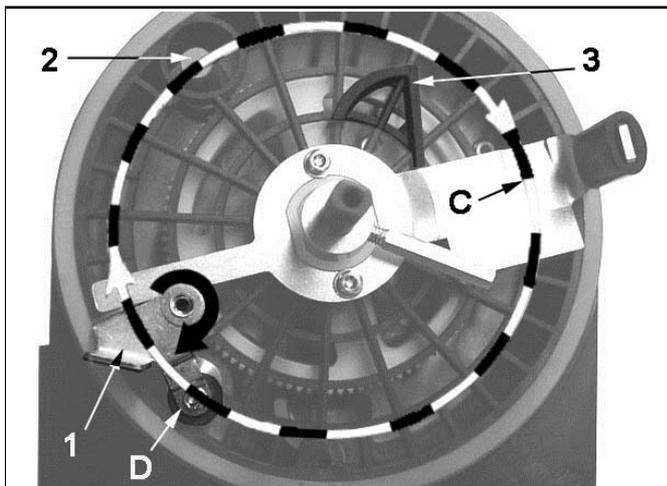

Abb. 8-2 Fortsetzung: Komponenten der Leermelde-Einheit (Behälter leer)
- Es kann **nicht** zu einer berührungslosen Betätigung des Magnetschalters 2 (Abb. 8-2) kommen.
- Ist kein Gegendruck durch den Schmierstoff vorhanden, bleibt der Rundmagnet 1 (Abb. 8-2) nach dem Überfahren des Steuernockens 3 in der äußeren Umlaufbahn C.
- Das Leitblech mit dem Rundmagneten 1 bleibt ausgelenkt (D).